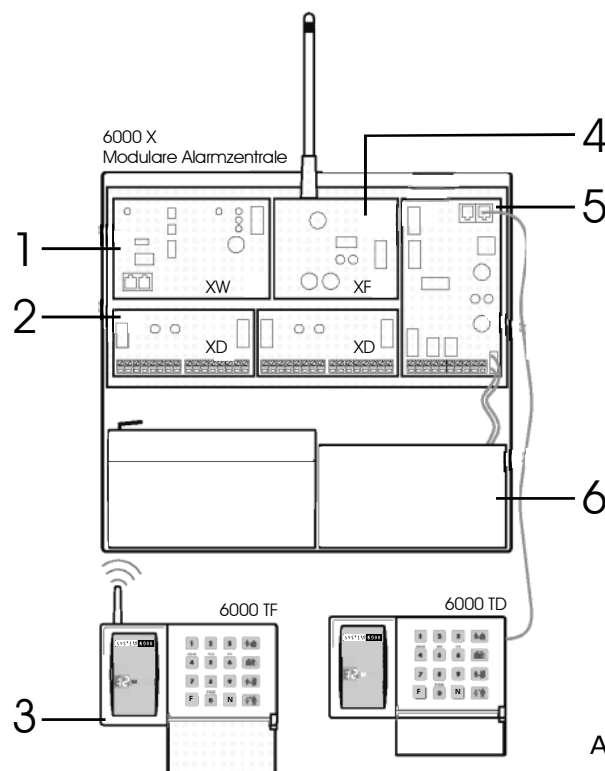

Abb. 1
- 2.1 Öffnen Sie das Gehäuse und befestigen Sie die gewünschten Module wie auf Abbildung 1 dargestellt.